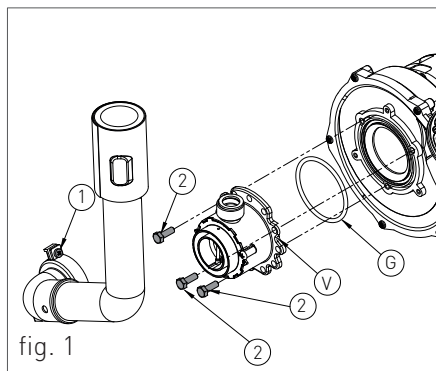

fig. 1
- › svitare le tre viti di fissaggio '2' (fig.1) del venturi 'V' (fig.1) con una chiave da 10, tipo come in figura 2;